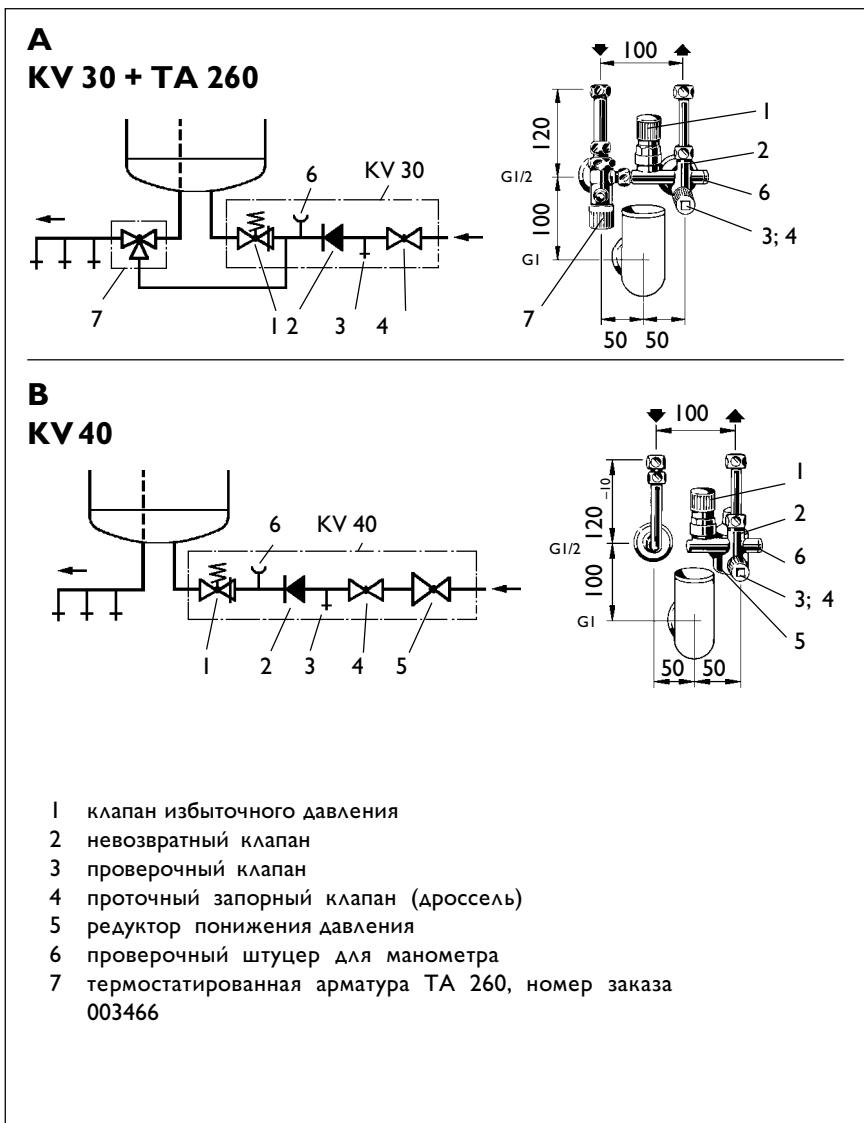

Рис. 9
- KV 30, номер заказа 000826, (давление водопровода до 4,8 бар), рис.9 А
- KV 40, номер заказа 000828, (давление водопровода до 10 бар), рис.9 В